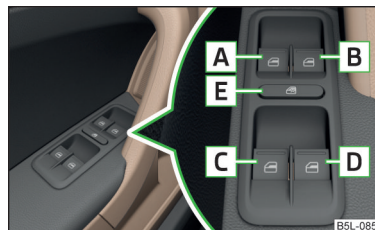

Fig. 38
Teclas de los elevalunas » fig. 38
- Después de abrir la puerta del conductor o acompañante es posible el manejo de las ventanas solamente por la tecla **A** » fig. 38 presionándola/tirándola por 2 segundos.
- **o**: Apagar el encendido, abrir la puerta del conductor y mantener la tecla **A** hasta el tope en la posición de apertura » fig. 38 de la pág. 55.
- **o**: Apagar el encendido, abrir la puerta del conductor y mantener la tecla **A** hasta el tope en la posición de cierre » fig. 38 de la pág. 55.